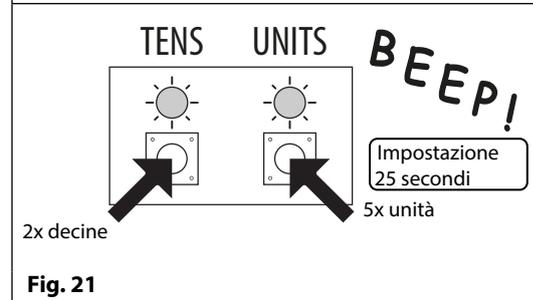

Fig. 21
2. utilizzare i pulsanti relativi a decine e unità per impostare il tempo del relè, ad esempio per impostare il tempo del relè a 25 premere i pulsanti delle decine due volte e quello delle unità 5 volte (attendere il bip di conferma ogni volta che si preme il pulsante e controllare i LED gialli delle decine/unità che lampeggiano ogni volta che si preme ogni pulsante), vedere la **Fig. 21**;
4. entrambi i LED, verde e rosso, Store e Delete, si riaccendono (ON) riposizionando il lettore in standby;